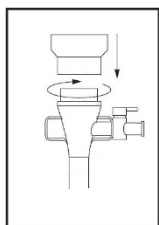

図3
- (1) 穿刺前に気腹を施し、目的部位に本品を穿刺するため、皮膚切開を行う。その際にカニューラを皮膚に押し当て、丸く残った跡を目安に切開を行うとカニューラのサイズに対して適切な皮膚切開を行うことができる。
- (2) カニューラに適切なサイズのバルブおよびリデューサーが確実に装着されていることを確認する。その際、サイズ10-10/12mmのバルブ、バルブリデューサーについては時計周りに「カチッ」と音がするまで回転させ、固定されたことを確認する(図3参照)。